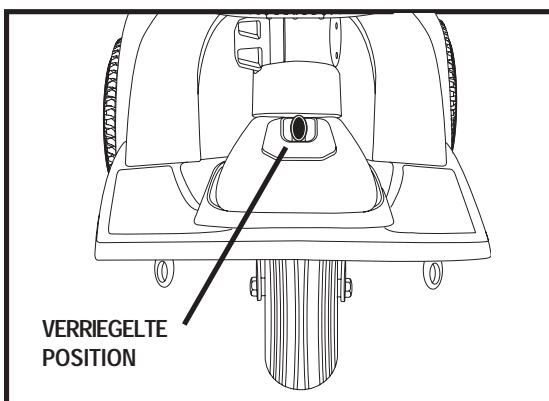

Abb. 20. Lenkersicherungshebel (Verriegelt)
2. Stellen Sie den Hebel durch Drücken und gleichzeitiges Drehen des Verriegelungsknopfes 90° im Uhrzeigersinn in die senkrechte Position. Siehe Abb. 20. Das Vorderrad muß nach vorne zeigen, um den Hebel zu verriegeln.